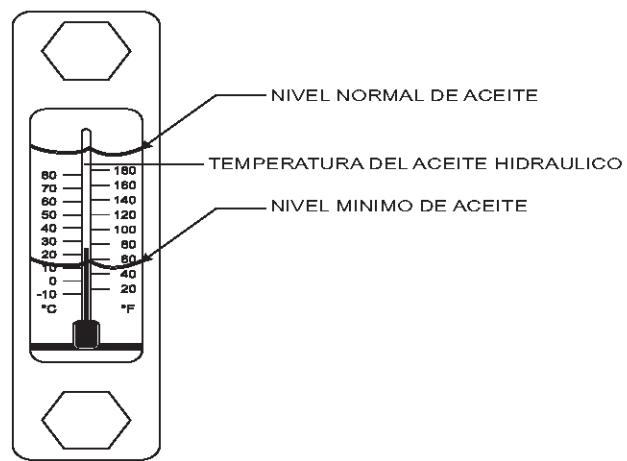

Figura 12. Ventanilla del aceite hidráulico
- Determine si el nivel de aceite hidráulico esta bajo, observando el nivel a través de la **ventanilla del aceite hidráulico** (Figura 12).